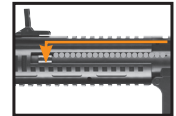

ilustración 10
- Localice el seguidor de BB's (**ilustración 10**) en el lado izquierdo de el arma de aire. Tire del seguidor de BB's hacia la boca y asegúrela en su lugar.